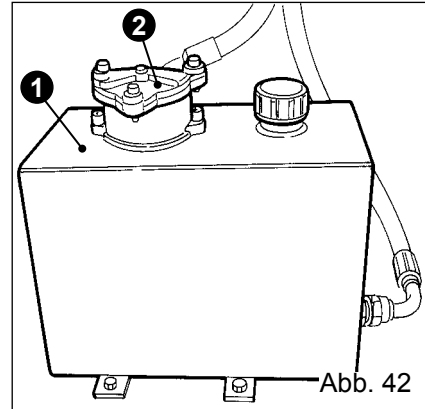

Abb. 42
Auf der Maschine können ein Tank (1), ein Filter (2) (Abb. 42) und eine Hydraulikpumpe vorhanden sein, die mit dem Flansch hinter der Hauptpumpe der Maschine angebracht ist. Diese Vorrichtung erlaubt es, die öldynamische Anlage des Traktors von der Anlage der Maschine zu trennen. Sie erlaubt, die Ölverbindungen der Maschine an den Traktor zu beseitigen.